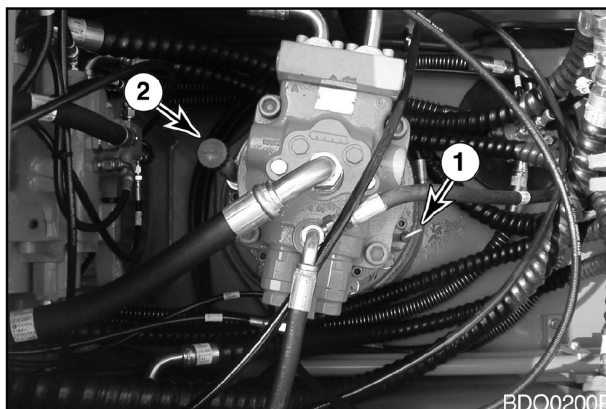

Рис. 21
1. Удалить щуп (1, рис. 21) и вытереть масло чистой тряпкой.
2. Вставить щуп полностью (1, рис. 21) в направляющую трубку.
4. Если уровень масла не достигает отметки “L” (Минимум) на щупе, следует добавить масло через заливное отверстие (2, рис. 21).